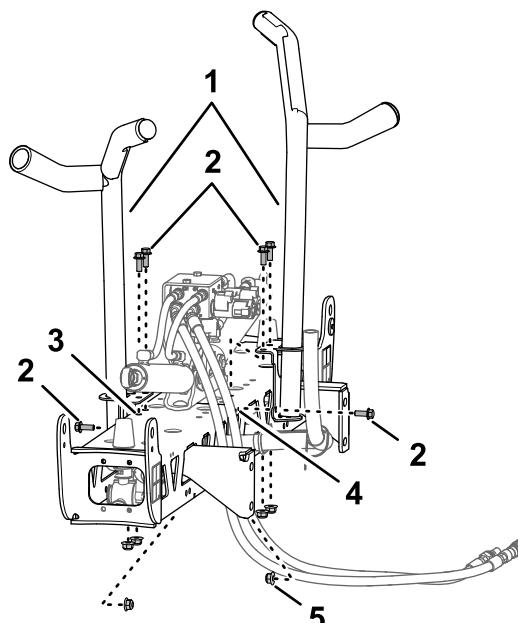

Bild 35
- Befestigen Sie die Gabeln mit sechs Schrauben ( $\frac{3}{8}$ " x 1") und sechs Sicherungsbundmuttern ( $\frac{3}{8}$ ") am Auslegerabschnitt (Bild 35 und Bild 36).
- Fluchten Sie die Transportgabeln des mittleren Auslegerabschnitts aus (Bild 35).